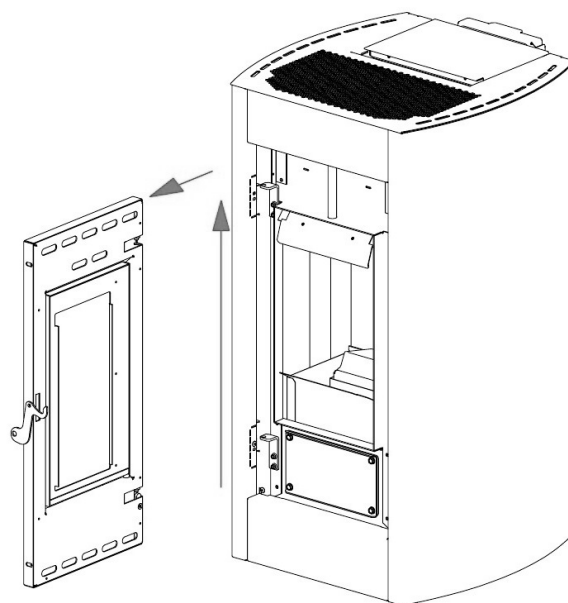

Fig. 37 - Retrait de la porte
- Lever la porte de façon à ce que les goujons de la porte sortent de l'étrier sur la structure (voir Fig. 37).